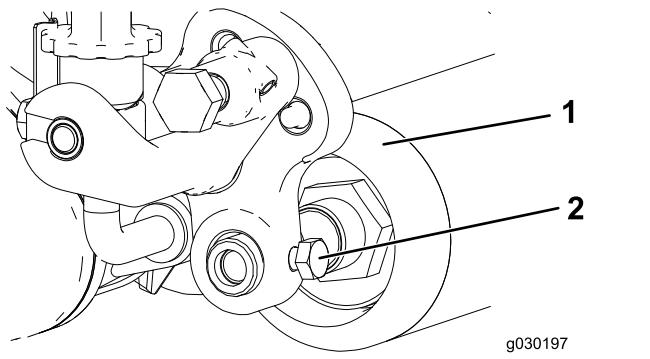

Figura 27
2. Afloje el perno que sujetla el eje del rodillo al brazo de ajuste de la altura de corte (Figura 27).